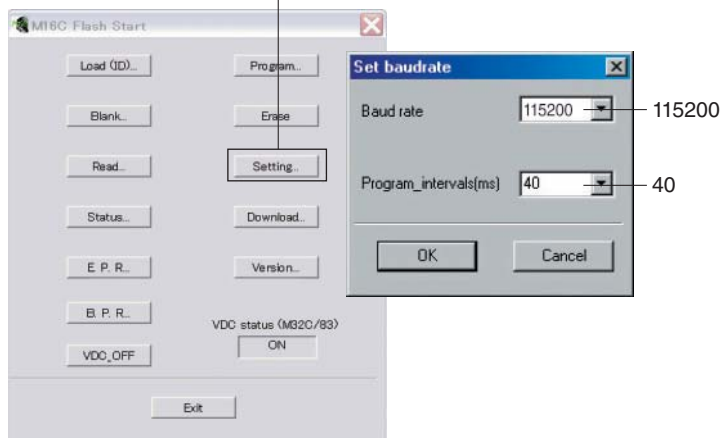

Fig. 5
5. Click [Setting], and set the baud rate. (Fig. 5)
5. [Setting] をクリックし、通信速度の設定を行います。(Fig. 5)